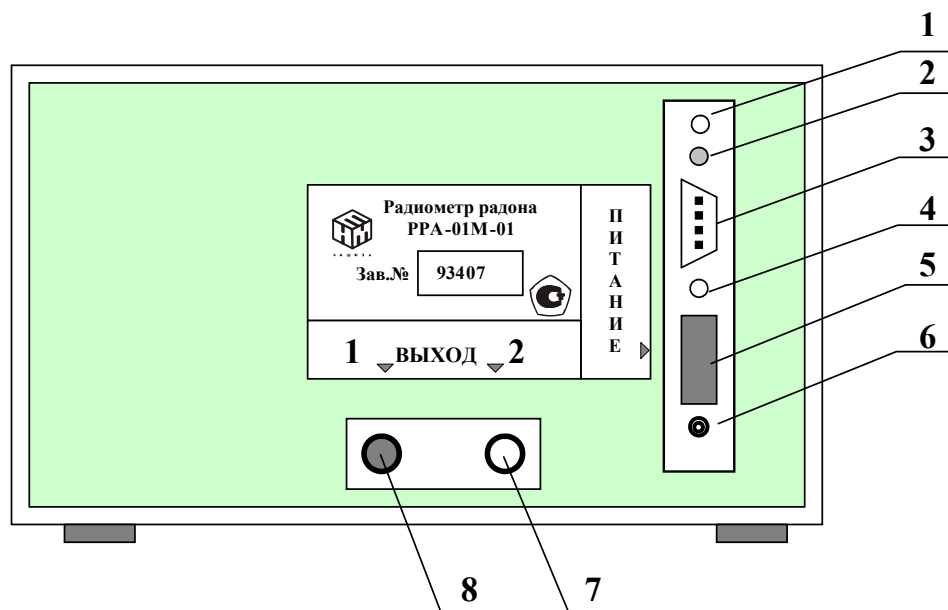

Рисунок 4. Вид радиометра сзади.
- а) тумблер включения и выключения низкого напряжения ПИТАНИЕ (5, рис.4);
- б) разъем для подключения сетевого блока питания (6, рис.4);
- в) разъем для вывода информации на персональный компьютер (3, рис.4);
- д) два штуцера, выход-1 и выход-2, для подключения внешней воздуходувки или пробоотборного устройства типа приставки ПОУ-04 или её аналогов (8,7, рис.4).
- е) индикатор зарядки встроенных аккумуляторных батарей (2, рис.4).
- ж) резисторы регулировки контрастности дисплея и скорости прокачки воздуха встроенной воздуходувки. (4,1, рис.4).
1.4.5.5. Разъем для вывода информации на компьютер (2, рис.4) позволяет осуществлять дополнительное управление радиометром и передавать данные из радиометра в компьютер.
1.4.5.6. Выход измерительной камеры 1 (8, рис.4) в процессе штатных измерений и в период хранения радиометра должен быть закрыт заглушкой, так как он напрямую соединен с выходным штуцером измерительной камеры. Выход 2 (7, рис.4) соединен с выходом микровоздуходувки и служит для сброса анализируемого воздуха, прошедшего через блок детектирования радиометра (см. схему 1).